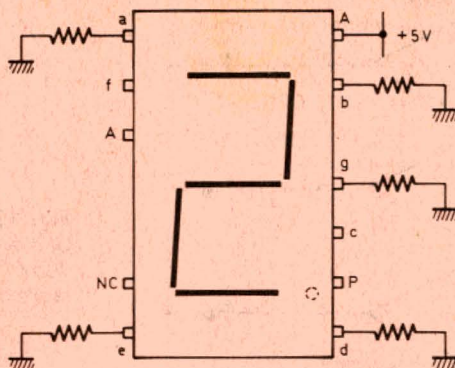

Fig. 18. — Câblage d'un 7 segments MAN 4710 A affichant un 2.
Nous avons représenté figure 18 un afficheur du type MAN 4710 A affichant le chiffre 2. Les anodes (A) sont reliées au + 5 V, tandis que les sorties a, b, d, e et g sont reliées à la masse à travers des résistances de 330 Ω .